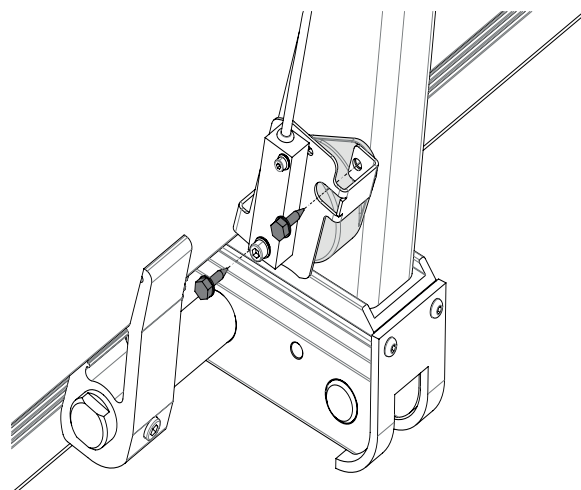

Bild 30. Montera vinkelgivare IFM med medföljande fäste över den runda vinkelgivaren.
6. Montera vinkelgivare IFM och det medföljande fästet över den runda vinkelgivaren med medföljande skruvar. Se Bild 30.